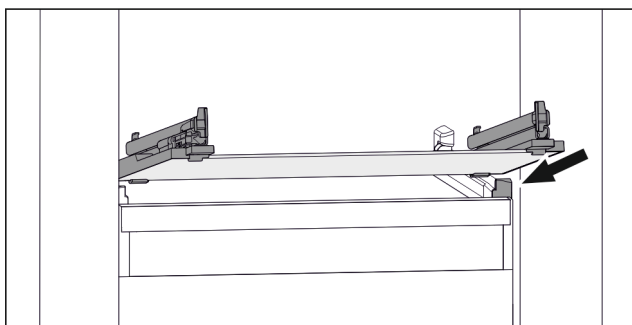

Fig. 107 Rappresentazione esemplificativa del ripiano in vetro
- Applicare il ripiano in vetro obliquamente dietro i fermi. (vedere Fig. 107)